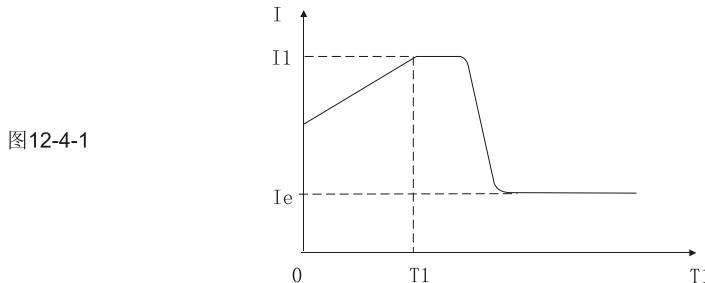

图12-4-1
- ① 代码F9设置4（电流斜坡通）为此起动模式。图12-4-1为电流斜坡起动模式的输出电流波形，其中I1为代码F1设置的时间值。
- ② 电流斜坡起动模式具有较强的加速能力，适用与两极电动机，也可在一定范围内缩短起动时间。